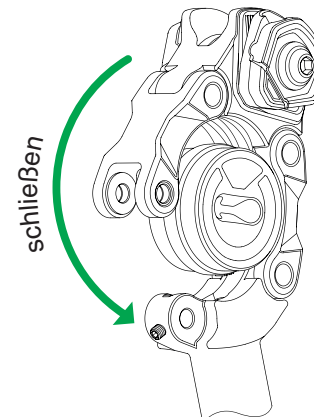

Abb. 10.2.3
2. Schwenken Sie den hinteren Federarm nach unten (s. Abb. 10.2.3), um die Fixierung des Elastomer - Dämpferelements zwischen den Armen herzustellen.